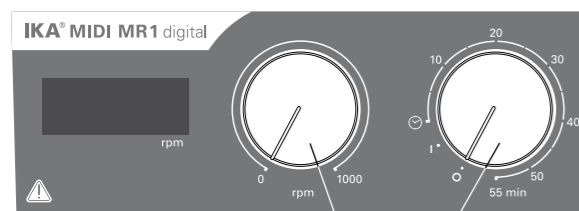

Fig. 3
- ☞ 「オン/オフ」および「タイマー」ダイヤルノブ (B, Fig. 3参照) を時計回りに「1」の位置まで回し、本体の電源を入れます。
- ☞ 「オン/オフ」および「タイマー」ダイヤルノブ (B) を「0」の位置まで回し、本体の電源を切ります。
- ☞ 「オン/オフ」および「タイマー」ダイヤルノブ (B) を時計回りに「0」の位置まで回し、本体の電源を入れます。
- ☞ 「回転数」ダイヤルノブ (C, Fig.3参照) を回すことにより、MIDI MR 1 digitalは0~1000rpm、MAXI MR1digitalは0~600rpmの範囲内で回転速度を設定することができます。